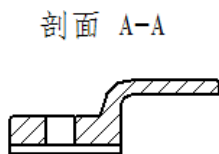

图 10.4.12 创建剖视图 A-A
(4) 创建剖视图。选择 **主页** 选项卡 **图纸视图** 区域中的 **剖视图** 命令，选取上一步创建的切割平面剖切线，然后选择合适的位置单击，生成全剖视图，结果如图 10.4.12 所示。